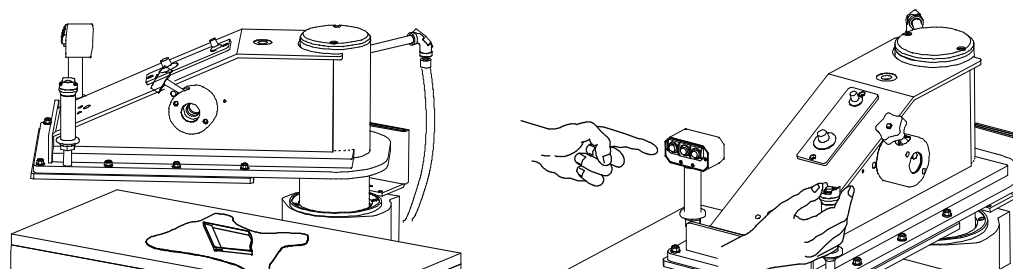

Fig. 16
- Stendere il materiale sul piano di taglio ed appoggiare la fustella su di esso (sinistra Fig. 16).
- Dopo aver regolato la corsa del braccio tramite il volantino (si consiglia una corsa di $7 \div 8$ mm.) premere **contemporaneamente** il pulsante sull'impugnatura destra ed il più adatto fra i tre posizionati sull'impugnatura sinistra (destra Fig. 16) in rapporto allo sviluppo della fustella, utilizzando anche i potenziometri collegati ai pulsanti N.1 e N.3, se necessario (vedere paragrafo precedente). In questo modo si può ottenere la massima precisione di taglio, con la minima usura del ceppo.